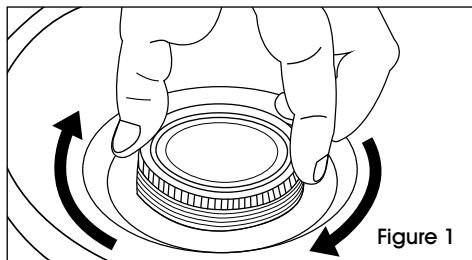

Figure 1
1. Placez le bouchon fileté au-dessus de l'ouverture dans la buse. Tournez délicatement le bouchon fileté dans le sens horaire jusqu'à ce que les parties filetées du bouchon se logent dans le filetage de la buse. (Voir Figure 1)